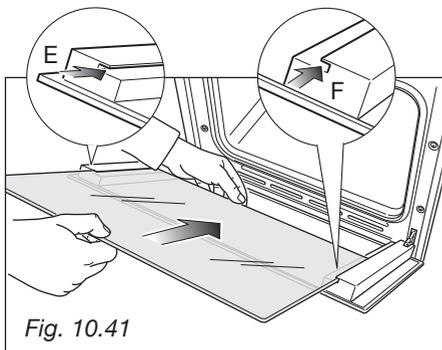
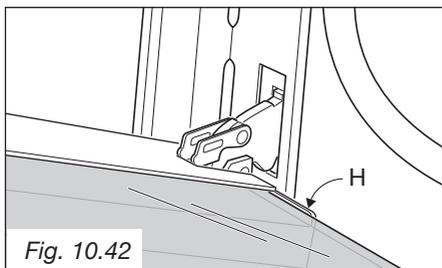

Fig. 10.41
Fig. 10.42
- Inserire il vetro nelle guide **E** ed **F** (fig. 10.41) e farlo scorrere dolcemente fino ai fermi **H** (fig. 10.42).